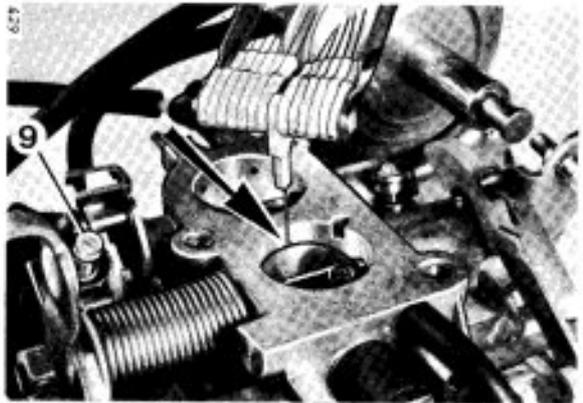

Bild 27
- Kühlmittelanschlußstutzen (Dehnstoffelement) abschrauben und statt dessen Prüfwerkzeug (2) mit Stiftlänge 2,0 mm aufschrauben. Dabei auf richtige Lage des Schiebers (1) achten.
- Spalt gemäß (Pfeil) Bild 27 kontrollieren und ggf. wie folgt einstellen:
- Schraube (6) lösen.
- Hebel (7 und 8) zusammendrücken und dabei an Einstellschraube (9) den Spalt gemäß Bild 27 korrigieren.
- Hebel (7 und 8) zusammendrücken und Schraube (6) festziehen.